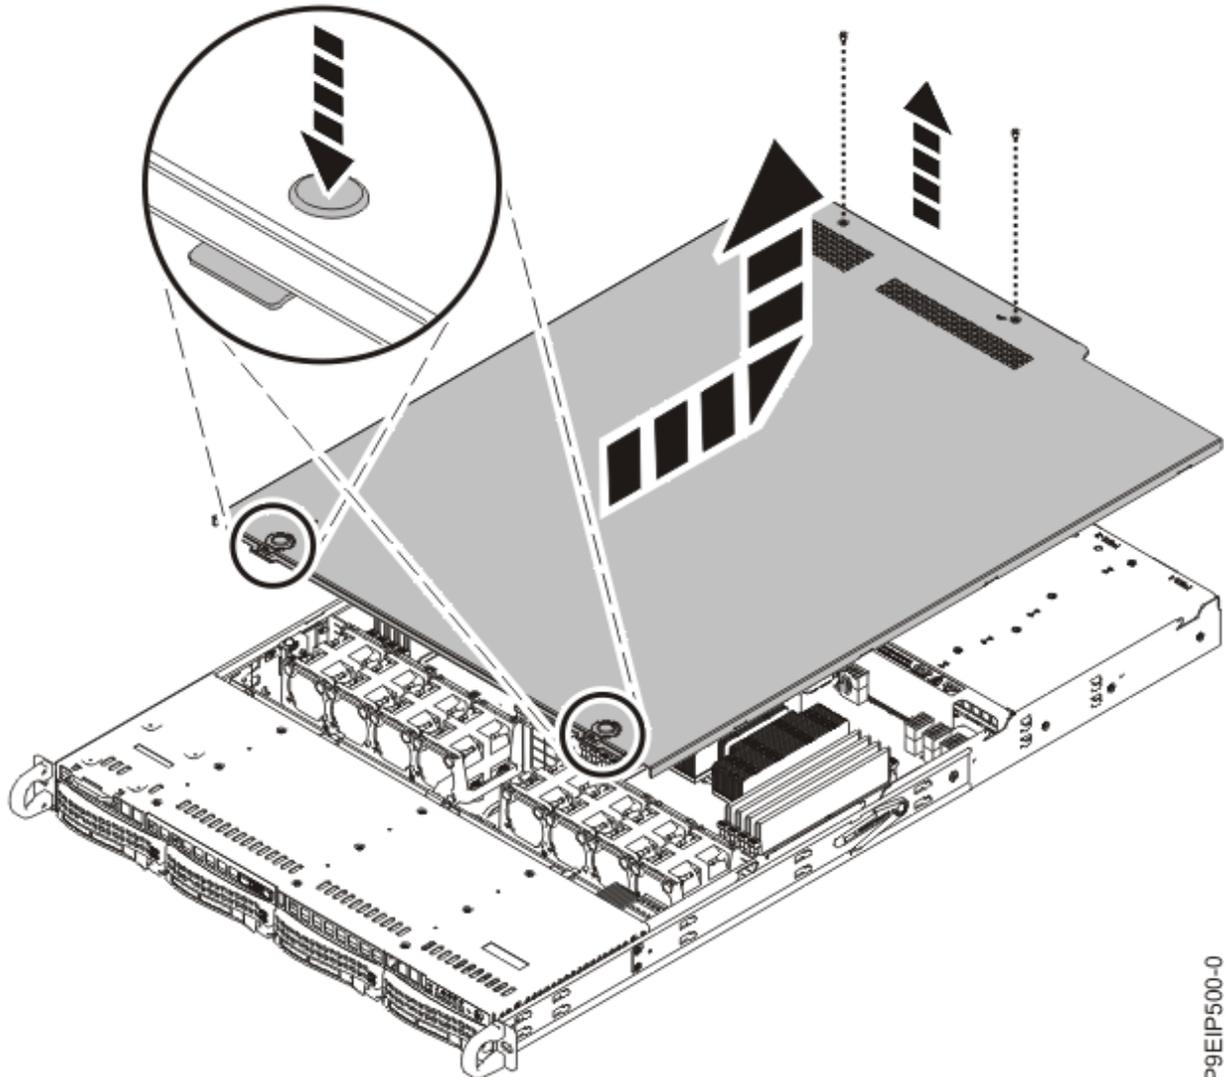

Abbildung 69. Abdeckung entriegeln und öffnen
3. Drücken Sie auf die beiden Tasten auf der oberen Abdeckung **(2)**, um die Verriegelungen zu entriegeln (siehe Abbildung 69 auf Seite 94), und drücken Sie die Abdeckung wieder etwa 1 cm bis zum Anschlag hinein.